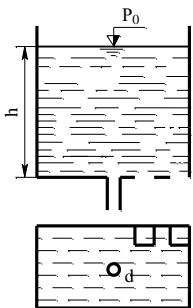

Рис. 28. План дна
**Задачи (81-90)** В дне бака расположены три отверстия. Два квадратных со стороной **a**. Одно отверстие примыкает стороной к боковой стенке, другое расположено в углу дна. Третье отверстие круглое диаметром **d**, расположено в центре дна и к нему присоединен насадок **H** (рис. 28). Глубина воды в баке **h**. Определить: 1) суммарный массовый расход **M1** из отверстий и насадка, если давление на поверхности воды атмосферное **P0 = Pатм**; 2) суммарный массовый расход **M2**, если давление на поверхности воды **P0 = P**. Числовые данные приведены в табл. 11.